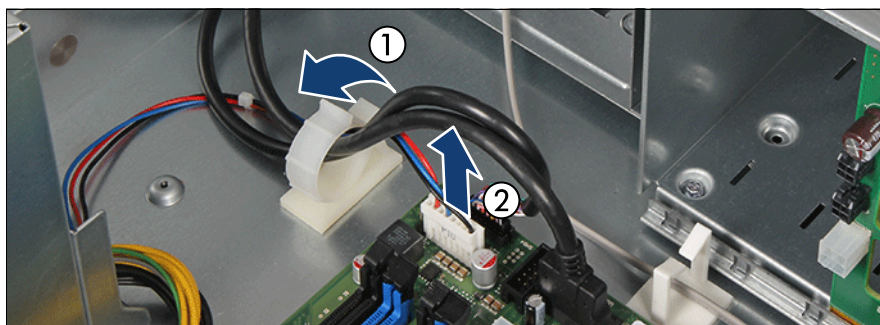

図 26: 電源ケーブルの取り外し (B)
- ▶ 電源ケーブルクランプに電源ケーブルを通します（図 26 を参照）。ケーブルクランプを閉じます。